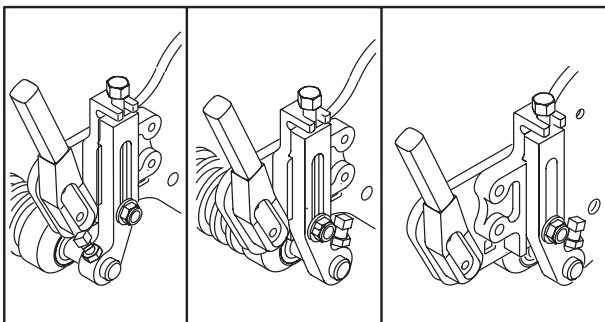

図 16
**注：** 芝刈り作業の種類や好みにより、前ローラの取り付け方は、以下の3種類から選択します（図16）。